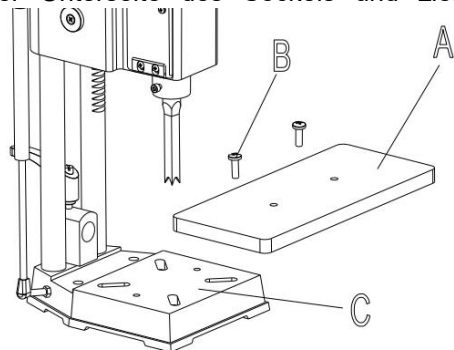

Abb. 6
5.Montieren Sie den Tisch (A) Abb. 6 mit den beiden M6x1x35mm Flachkopfschrauben an der Basis
6.Der Tisch (A) Abb. 6 kann durch Lösen der beiden Schrauben (B) ein- oder ausgefahren werden.